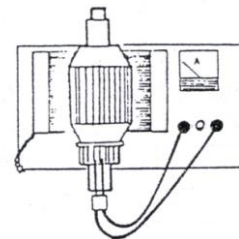

Fig. 2
B) CONTROLLO DELLA CONTINUITA' DELL'AVVOLGIMENTO DEGLI INDOTTI (Fig.2)